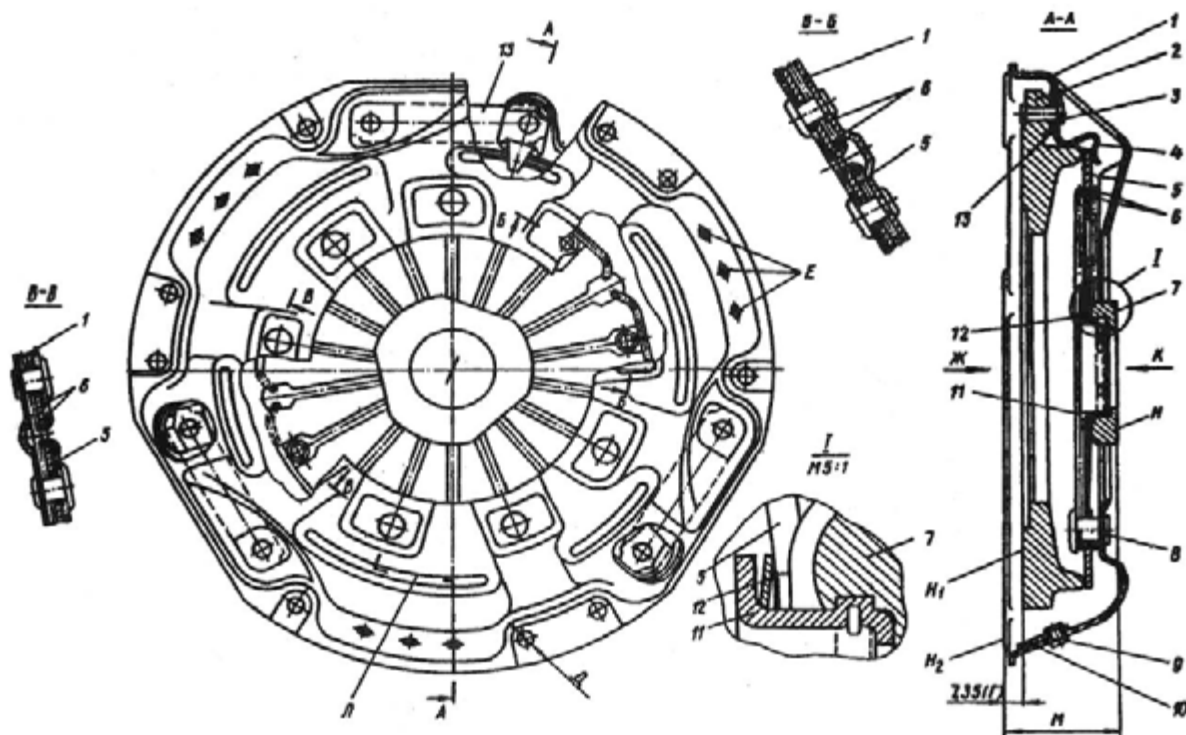
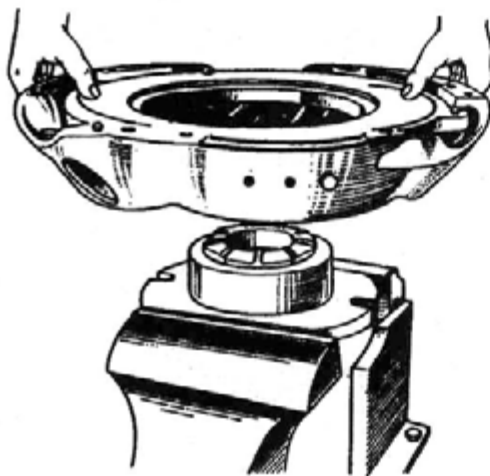

Рис. 77. Нажимной диск сцепления с кожухом в сборе:
Рис. 81. Крепление в тисках основания ремонтного инструмента с фиксирующей оправкой
Для замены изношенной опорной пяты 7 и кольца 12 удалите центральную втулку крепления пяты, как показано на рис. 80, деформировав фланец центральной втулки 1 с помощью молотка и зубила 3. Для предупреждения повреждения во время удаления втулки опорной пяты и других деталей сцепления поместите опорную пяту в фиксирующую оправку ремонтного инструмента подобно тому, как показано на рис. 81. При наличии токарного станка срежьте упорный фланец центральной втулки 11 (см. рис. 77) резцом.
- зажмите в тисках основание ремонтного инструмента с фиксирующей оправкой (см. рис. 81);
- поместите опорную пятку плоским рабочим торцом вниз в фиксирующую оправку ремонтного инструмента. Смажьте тонким слоем смазки ЛСЦ-15 рабочие поверхности кончиков рычажков нажимной пружины и установите механизм сцепления на опорную пятку так, чтобы рабочая поверхность нажимного диска была обращена вверх, как показано на рис. 81. При этом обеспечьте, чтобы рычажки нажимной пружины располагались между выступами на радиусной поверхности пятки;